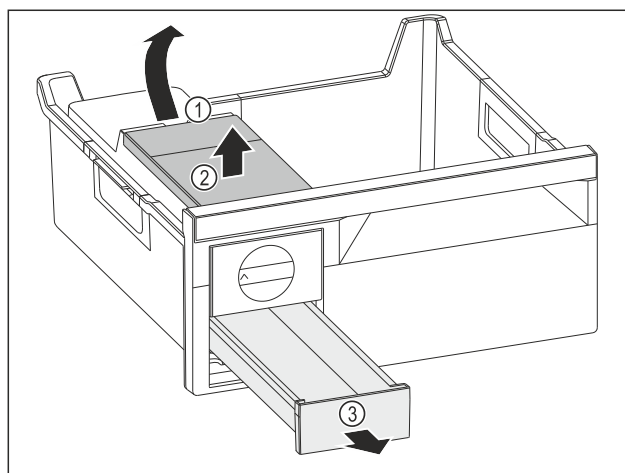

Fig. 153
- ▶ Извлеките бак для воды: Поднимите бак для воды за выемку Fig. 153 (1).
- ▶ Извлеките бак для воды Fig. 153 (2) движением вверх.
- ▶ Извлеките выдвижной ящик для кубиков льда Fig. 153 (3) движением вперед.